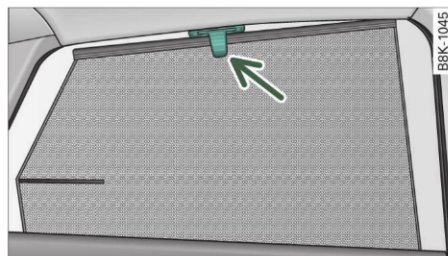

Fig. 51 Ruloul ridicat la o ușă din spate
- Trageți ruloul și agățați-l în suportul din ramele de sus ale ușii ⇒ fig. 51. ■